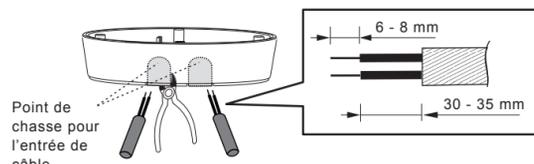

FIG. 14
4.4.3.2 Pour insérer le câble d'alimentation CA au travers du côté de la boîte de jonction, veuillez utiliser un pince coupant pour casser les points à chasser pour l'entrée de câble sur le côté de la boîte de jonction, puis insérer les câbles dans la boîte de jonction et les faire cheminer à l'intérieur. Retirer de 6 à 8 mm de gaine de câble pour les besoins du câblage (voir FIG. 14).